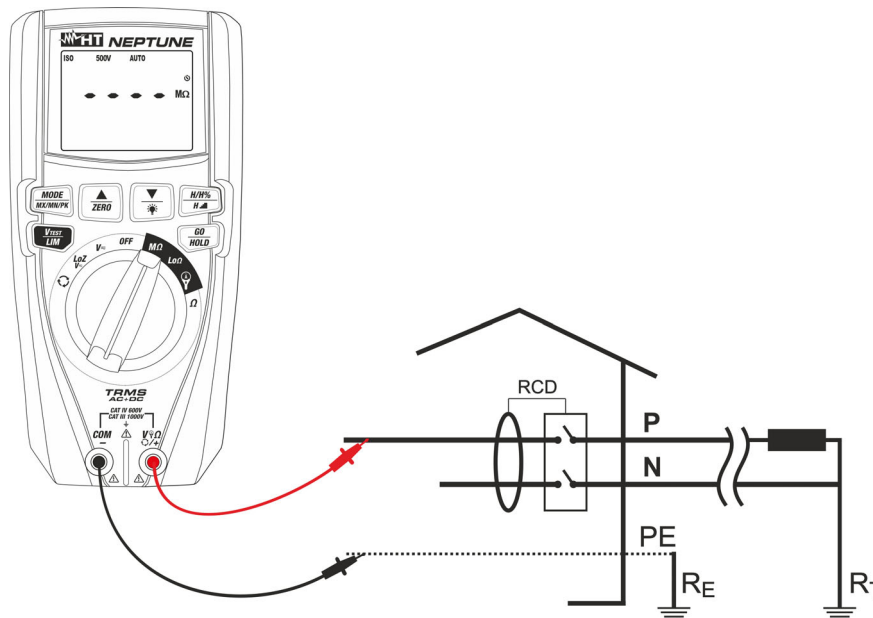

Fig. 15: Utilisation de l'instrument pour mesurer la résistance d'isolement en mode AUTO
7. Introduire le câble rouge dans la borne d'entrée **V $\Omega$ +/+** et le câble noir dans la borne d'entrée **COM/-** et les éventuelles bornes crocodiles et brancher l'instrument à l'installation objet du contrôle (voir Fig. 15)